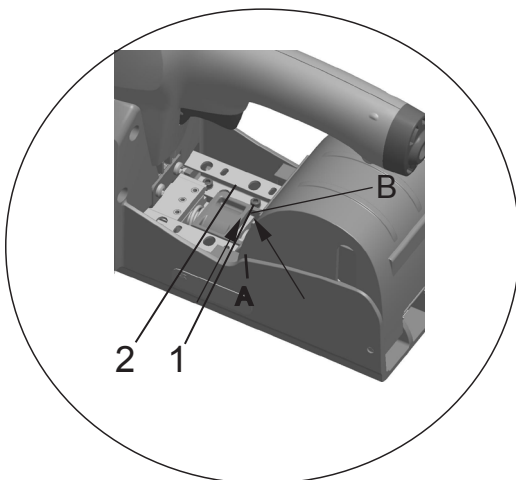

Fig. 5
4. Justera sidostyrningarna i magasinet. Yttre läget = 18 mm och inre = 15 mm ( Fig. 5)